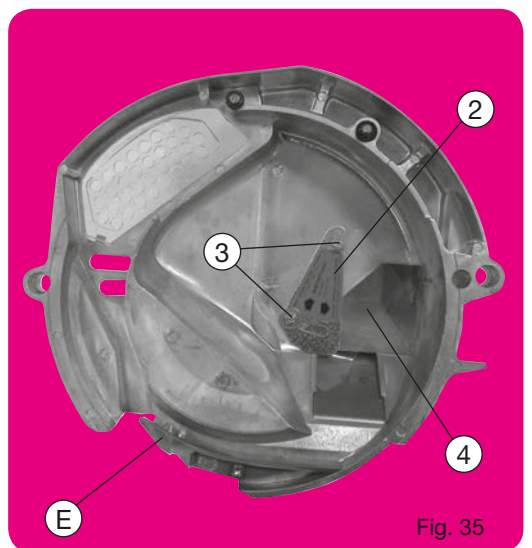

Fig. 35
2. POSITION BASSE (fig. 35) POUR PETITES GRAINES, c'est-à-dire tournesol, betterave, sorgho...
2. LOW POSITION (fig. 35) FOR SMALL SEEDS, i.e. sunflower, beets, sorghum...
2. Niedrige Stellung (Abb. 35) für kleines Saatgut, z. B. Sonnenblumen, Zuckerrüben, Sorghum. Diese Stellung ist auch bei großen Sämaschinen zu wählen, wenn die Sämaschine eine lange Strecke auf steilem Gelände über 20 % arbeiten soll. Für besonders steile Hänge ist ein Spezialschieber vorgesehen - ET.Nr. 6233.2.
2. STAND LAAG : (fig. 35) voor KLEINE ZADEN, dat wil zeggen zonnebloem, bieten, gierst...